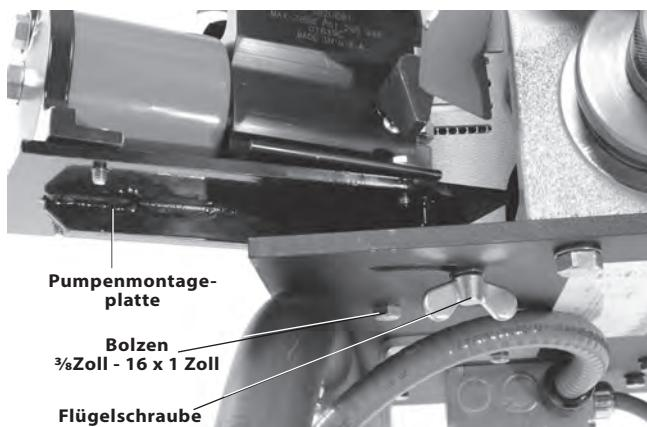

Abbildung 6 – Montage der Hydraulikpumpe
7. Setzen Sie die Pumpenmontageplatte über die Öffnung und den Schlitz auf der Schalterseite des 918-I. Führen Sie den Bolzen ($\frac{3}{8}$ Zoll – 16 x 1 Zoll) mit Unterlegscheibe in die Öffnung und drehen Sie ihn in die Pumpenmontageplatte ein (Abbildung 6).